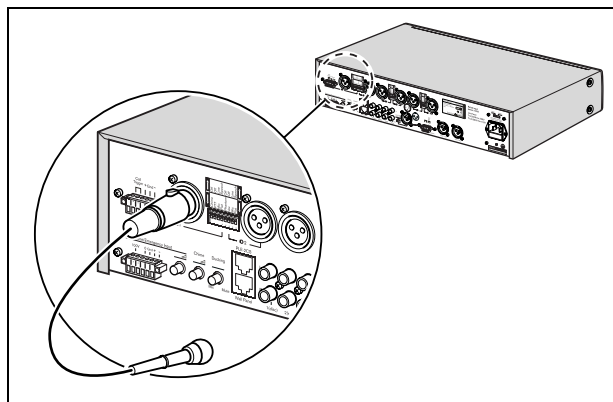

figura 4.2: sólo conector XLR
- sólo conector XLR. Consulte figura 4.2.